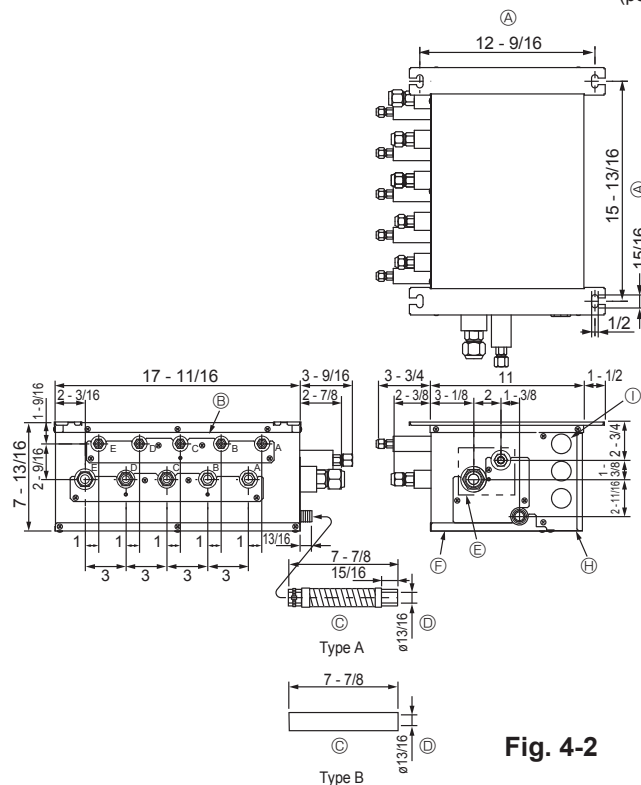

Fig. 4-2
■ PAC-AKA51BC (Fig.4-2)
- (1) Installer les boulons de suspension (à acheter localement) suivant le pas requis (Fig. 4-2, 4-3).